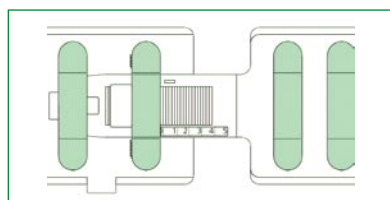

Fig. 3
3. Portare tutti i **MODULI MINI** in posizione "ZERO" dell'indice posto sulla linguetta (vedi Fig. 3).
Align all **MINI MODULES** to the "ZERO" position of the scale, written on the spline of each one (see Fig. 3)